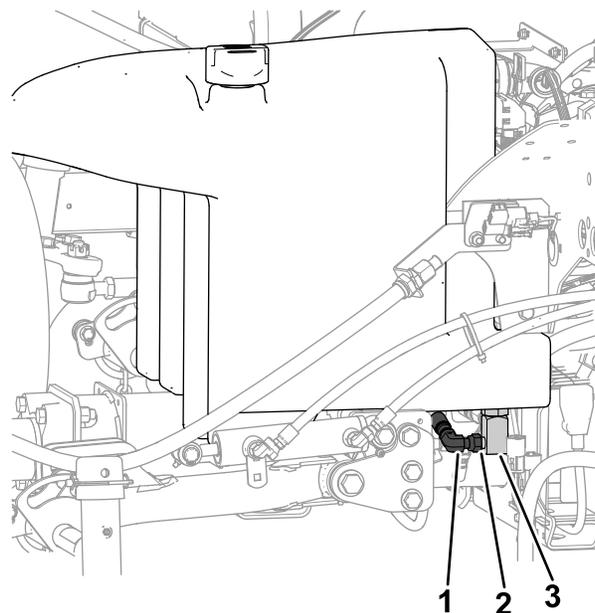

図 146
2. 油圧タンクの底部にあるマニホールド (図 146) の下に大きなドレンパンを置く。 油圧オイルの量を点検する \(ページ 77\)を参照。